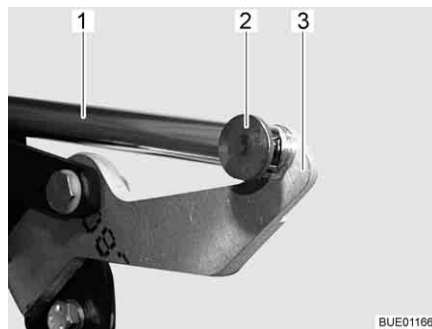

Fig. 86 Azionamento
- Rimuovere il collegamento (p. es. copiglia e perno) (Fig. 86,2) tra la biella (Fig. 86,1) e la leva (Fig. 86,3).